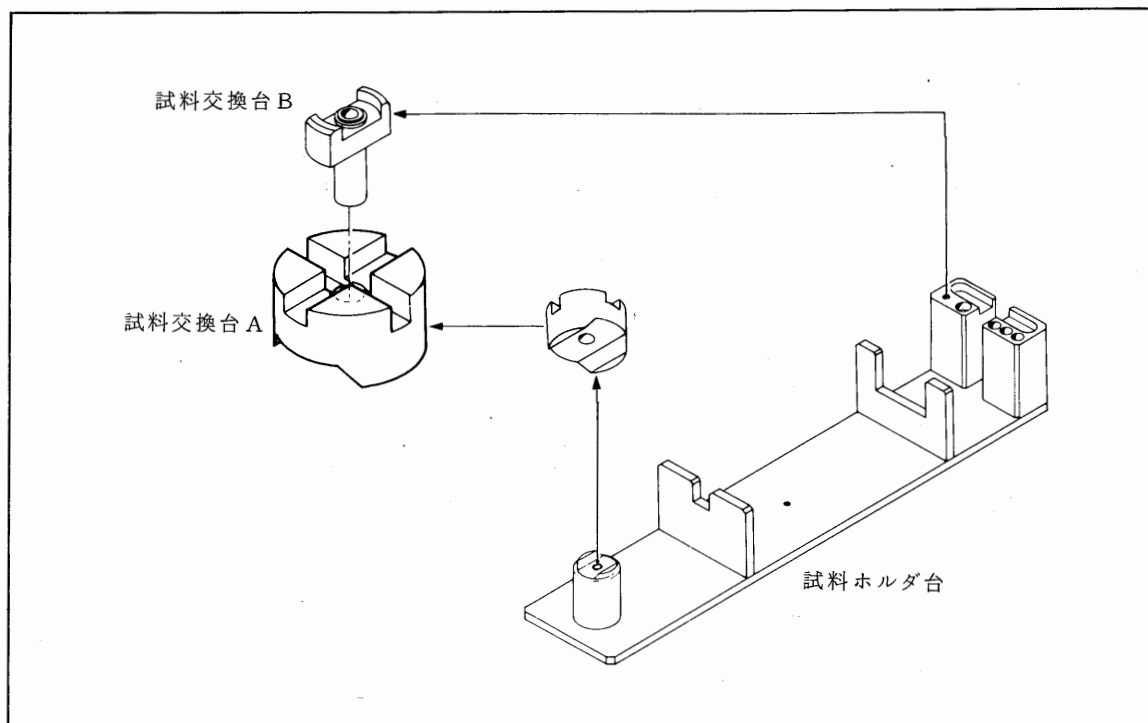

図 4.2 試料交換台の取り付け（試料を交換する場合）
1. 試料交換台 A（3章）に試料交換台 B（3章）を，図 4.2 に示す方向に取り付ける。